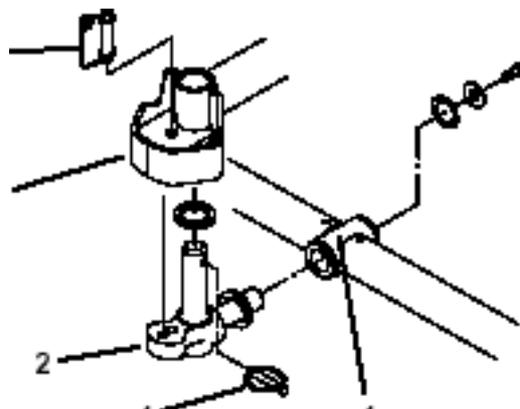

図 8
6. スラストワッシャを、ピボットナックルの水平シャフトに差し込む（図8）。
7. ピボットナックルの水平シャフトをキャリアフレームの取り付け穴に差し込む（図8）。
8. スラストワッシャ、平ワッシャ、フランジヘッドキャップスクリューを使って、ピボットナックルをキャリアフレームに固定する（図8）。
9. ピボットナックルの垂直シャフトにスラストワッシャを差し込む（図8）。
10. ピボットナックルの垂直シャフトを外している場合には、ここで昇降アームのピボットハブに差し込む（図8）。ピボットナックルを2枚のゴム製センターリングバンパー（昇降アームステアリングプレートの下）の間に挟む。
11. ピボットナックルシャフトのクロスホールにリンチピンを差し込む（図8）。